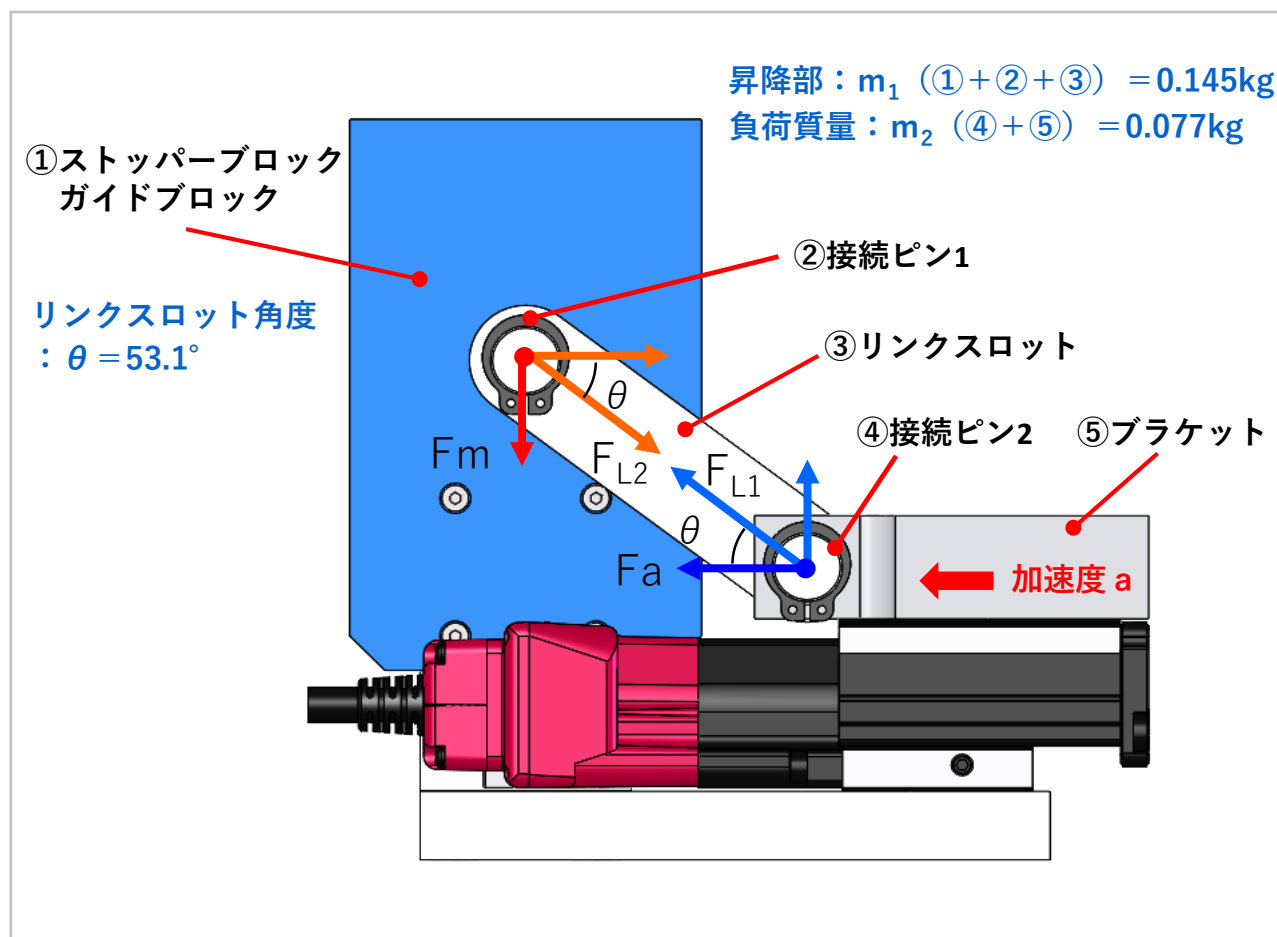

図3 必要推力の確認
- ・図3および、リンクスロット内の推力 F_{L1} と F_{L2} は等しい推力であることより、
- ・図3より、